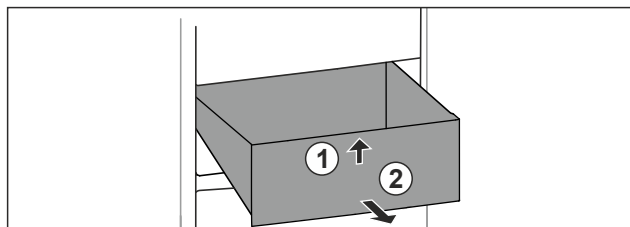

Fig. 97
- ▶ Levantar el cajón por delante. Fig. 97 (1)
- ▶ Extraer el cajón hacia delante. Fig. 97 (2)